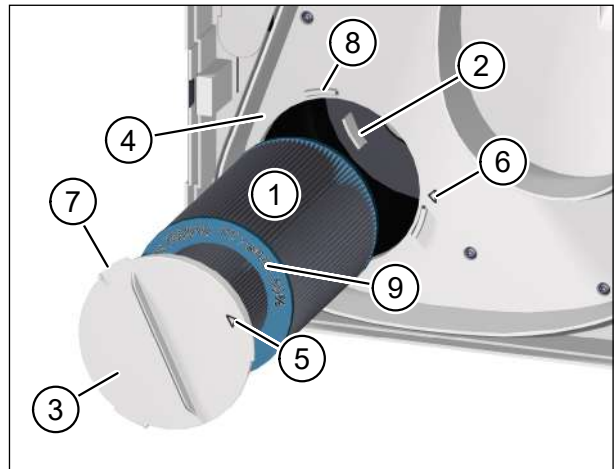

Abb. 23: Neuen Außenluftfilter einsetzen
- ▶ Führen Sie den neuen Außenluftfilter (Pos. 1 in Abb. 23) vorsichtig in das Lüftungsgerät ein.
- ▶ Achten Sie darauf, dass der Luftfilter in die 3 Haltenasen (Pos. 2 in Abb. 23) an der Rückwand des Lüftungsgerätes gleitet.
- ▶ Setzen Sie den Filterdeckel (Pos. 3 in Abb. 23) auf den Außenluftfilter auf. Achten Sie darauf, dass der Filterdeckel plan auf der Zwischenplatte (Pos. 4 in Abb. 23) aufliegt.
- ▶ Drehen Sie den Filterdeckel im Uhrzeigersinn, bis der Pfeil auf dem Filterdeckel (Pos. 5 in Abb. 23) mit dem Pfeil der Arretierposition (Pos. 6 in Abb. 23) fluchtet. Achten Sie darauf, dass die 3 Nasen (Pos. 7 in Abb. 23) am Filterdeckel in den Halterungen (Pos. 8 in Abb. 23) an der Zwischenplatte einrasten.
- Als Außenluftfilter dürfen nur M-WRG-II FA, Art.-Nr. 200335, und M-WRG-II FK (Aktivkohlefilter), Art.-Nr. 200191, verwendet werden. Art.-Nr. und Luftfilterklasse sind auf der türkisen Endscheibe des Luftfilters (Pos. 9 in Abb. 23) eingeprägt.